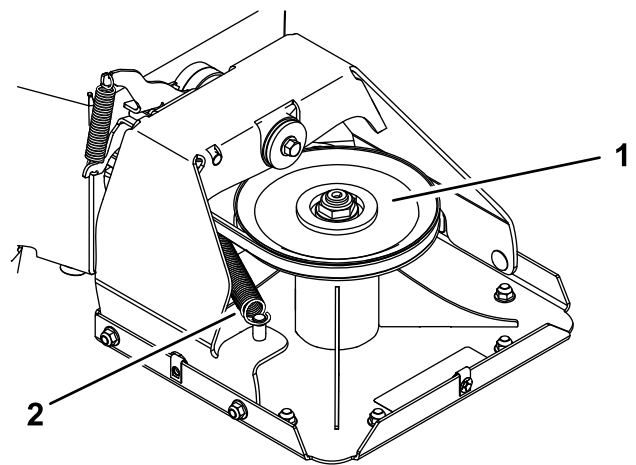
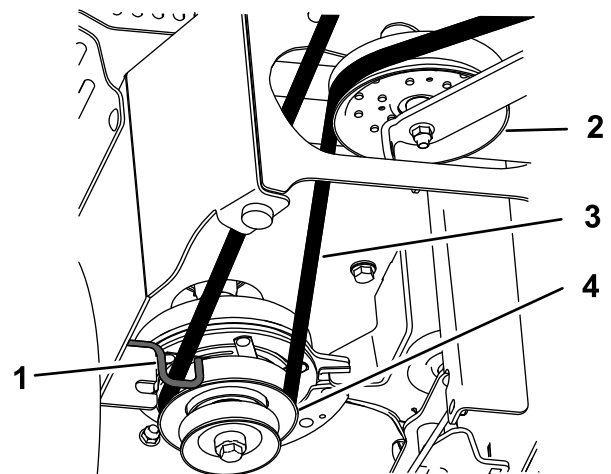

Figure 33
Figure 34
7. Détachez le ressort d'extension (Figure 33).
9. Acheminez la courroie neuve autour de la poulie d'embrayage, dans le guide de courroie, le long de la poulie de tension et autour de la poulie de plateau de coupe (Figure 33 et Figure 34).
10. Montez le ressort d'extension (Figure 33).